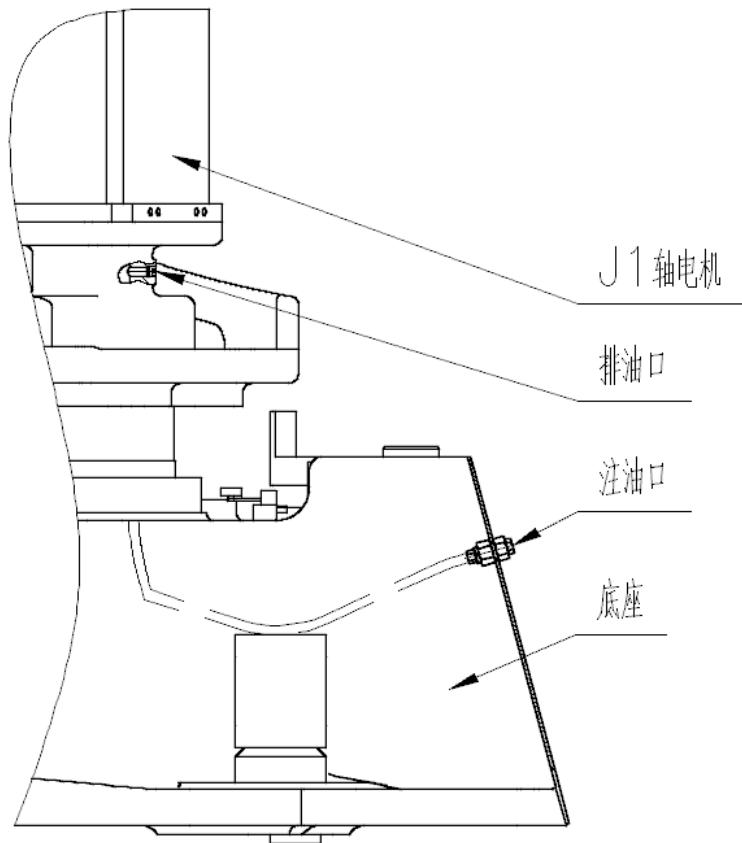

图 11 J1 轴局部结构
### (1) 油脂补充步骤 (参考图 11)
- ③ 安装排油口堵塞前，运动 J1 轴若干分钟，使多余的油脂及空气从排油口排出；
- ④ 用布擦净从排油口排出的多余的油脂，在排油口安装堵塞。堵塞的螺纹处要缠生胶带，并用扳手拧紧。
## (2) 油脂更换步骤（参考图 11）